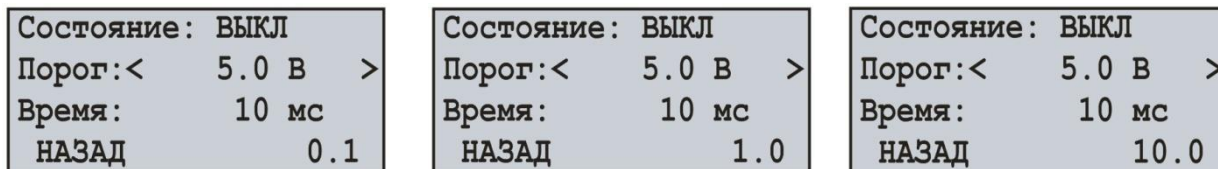

Рисунок 7.6.6 – Экран настройки значения порога
- для параметра “значение порога” кнопками ◀ (ВЛЕВО) или ▶ (ВПРАВО) установить шаг изменения значения (рис. 7.6.6), который находится в правом нижнем углу экрана;